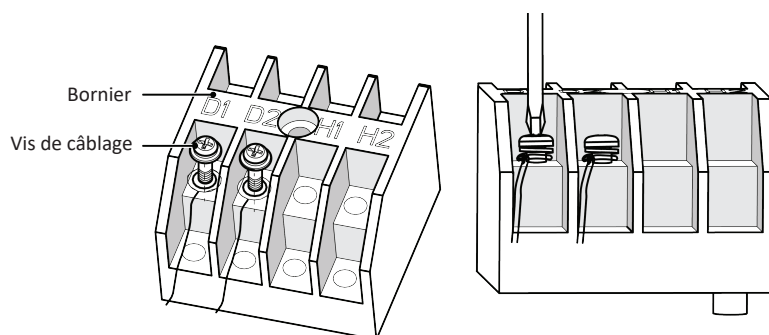

Fig. 5.4
② Pour un climatiseur utilisant une alimentation triphasée.
- ① Ouvrez le couvercle du boîtier électrique de l'unité intérieure.
- ② Faites passer le câble de communication à travers l'anneau en caoutchouc.
- ③ Connectez le câble de communication aux bornes D1 et D2 de la carte de câblage 4 chiffres de l'unité intérieure, voir Fig. 5.4.